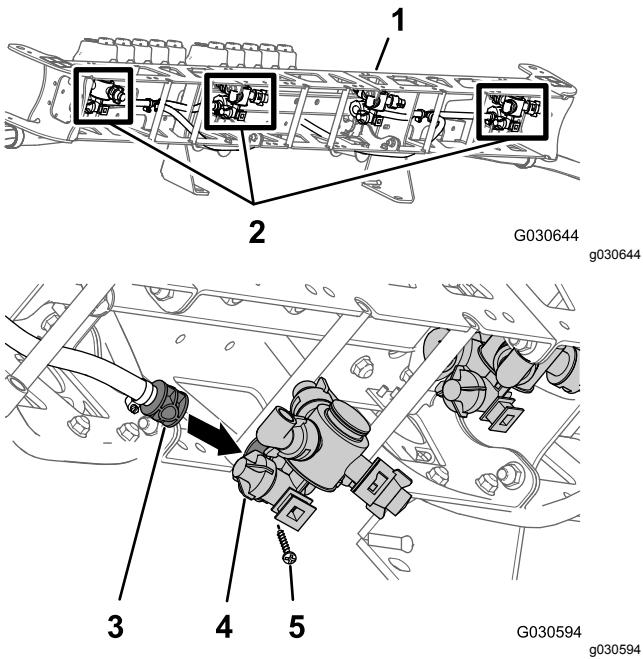

Bild 120
3. Fluchten Sie am mittleren Auslegerabschnitt den Transferschlauch im Sattel einer Sprühdüse (Bild 120 und Bild 121) mit dem Loch in der Seite des gezahnten Einzelschlauchschafes (1/2") aus.